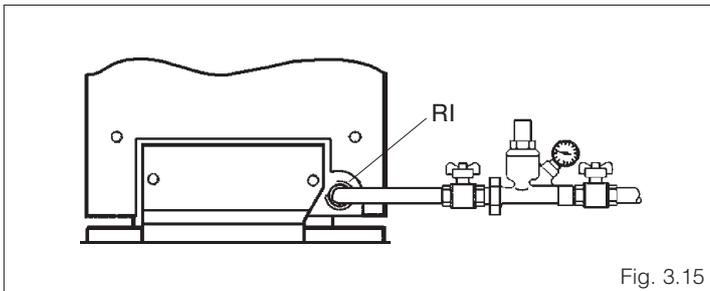

Fig. 3.15
- chiudere tutti i dispositivi dell'impianto idrico (fig. 3.15).